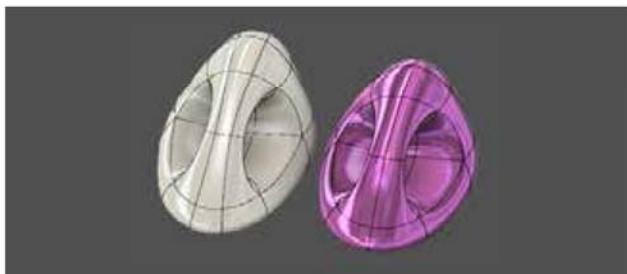

图 2-110
(8) **焊接顶点**: 合并两个或更多的顶点。选择要合并的两个顶点，通过窗口选择方式，在指定的公差内选择要焊接的顶点，如图 2-110 所示。